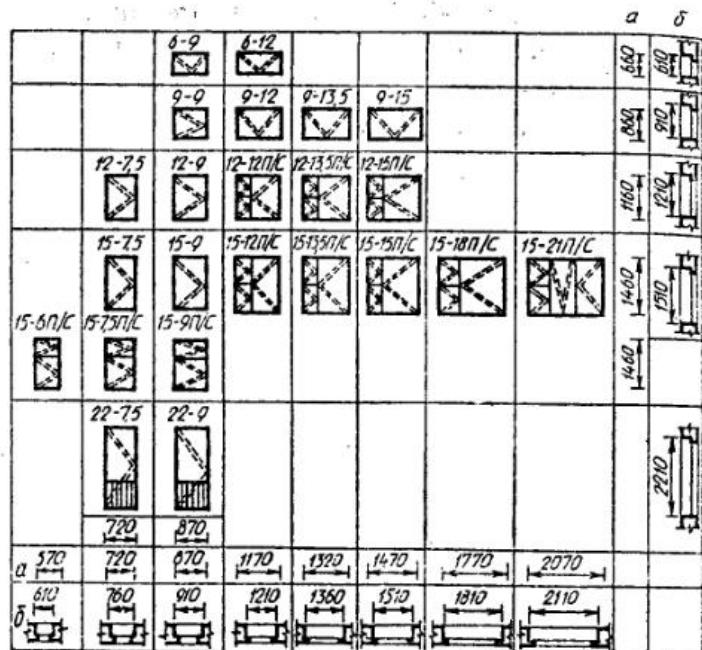

Рис. 5.30. Окна и балконные двери: а — габариты окон; б — габариты проемов в стенах.
*Окна и балконные двери* изготавливают для массового жилищного строительства раздельной конструкции с двойным остеклением, а также одинарной конструкции с остеклением или в виде жалюзи. Габаритные размеры окон и балконных дверей раздельной конструкции, проемов в стенах из кирпича представлены на рис. 5.30.